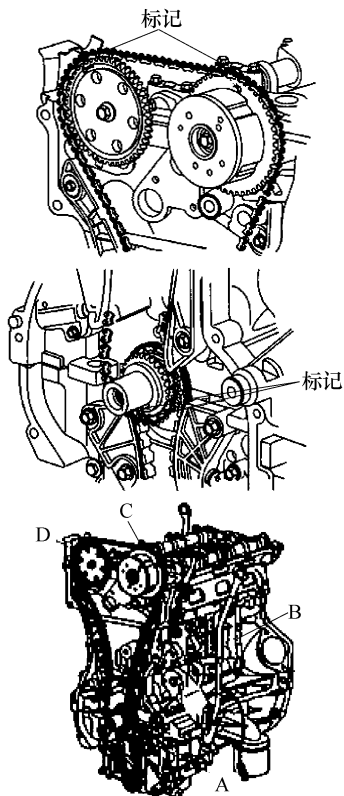

图 8-24 安装正时链
5) 安装正时链。为使正时链不会在轴的各个中央位置松弛, 按下列顺序安装正时链, 如图 8-24 所示。